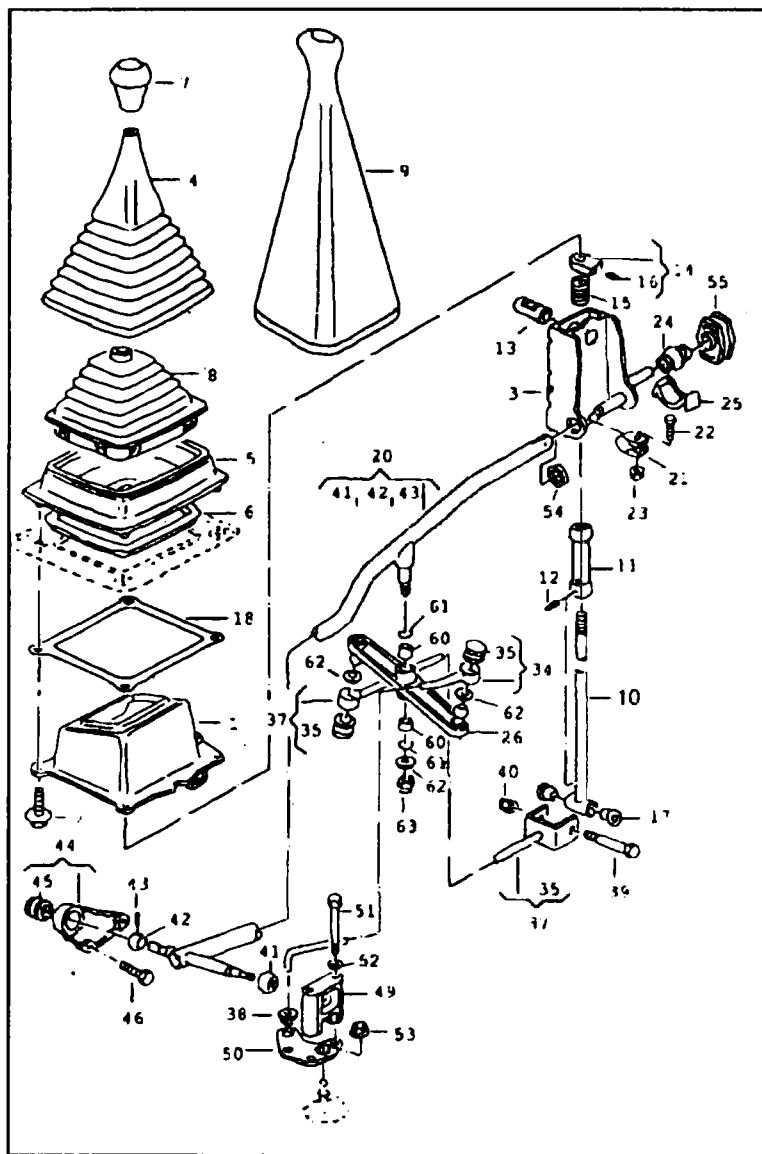
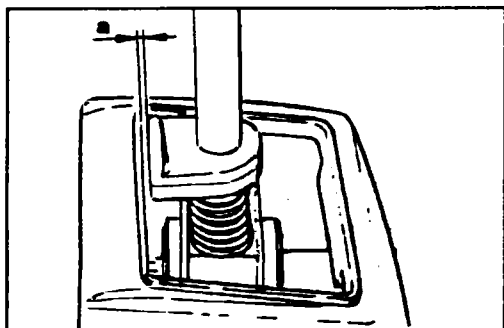

Рис. 5.29 Механизм управления коробкой передач- механическая трансмиссия
Рис. 5.33 Проверка зазора
- ◆ Демонтируйте рукоятку переключения (1) и ее гофрированный чехол (2) (см. рис. 5.29).
- ◆ Снимите рамку (4) с чехлом (3), чехол устанавливался не на все модели. При сборке направьте надпись "VORN", которая есть и на чехле и на рамке в сторону двигателя.
- ◆ Отверните стопорный винт без головки (12), который крепит упор (13) на штоке рычага (16).
- ◆ Снимите вверх упор, пружину (14).
- ◆ Отвернув гайку (10), выбейте ось (9), отсоедините заднюю тягу переключения (8).
- ◆ Потянув вниз отсоедините рычаг переключения (16) от опорного пальца (16) и выньте рычаг из кронштейна (1). Постарайтесь не потерять палец. Поврежденные и изношенные детали замените. При износе втулки (17) придется выбить штифт (18) после чего втулку можно снять с рычага.
- ◆ Демонтируйте рукоятку переключения (7) и ее гофрированный чехол (4) (см. рис. 5.29).
- ◆ Снимите рамку (5) с чехлом (8), чехол устанавливался не на все модели. При сборке направьте надпись "VORN", которая есть и на чехле и на рамке в сторону двигателя.
- ◆ Выверните (см. рис. 5.33) плоскую поверхность упора (14, рис. 5.29) - она должна быть параллельна краю рамки (5, рис. 5.29). Винт крепления упора должен при этом войти
— расстояние от упора рычага переключения до упора корпуса кулисы в этом положении должно составлять $a=1,3-2,3$ мм (рис. 5.33)